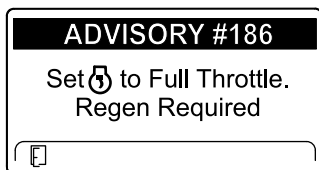

Figura 46
**Nota:** Si la temperatura de los gases de escape del motor es demasiado baja, el InfoCenter muestra el ADVISORY #186 (Aviso n.º 186) (Figura 46) para informarle de que ajuste el motor a velocidad máxima (ralentí alto).